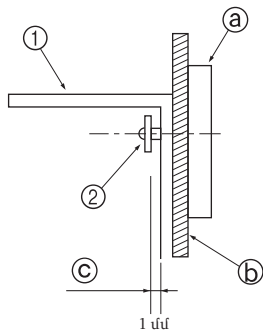

Fig. 3-4
- Առաջին հերթին ամրացրեք բարձակը պատին և այնուհետև ձգեք պտուտակն այնպես, որ բարձակը կարողանա սահել վեր և վար: (Fig. 3-4)
- ① Երջման կանխարգելման բարձակ
- ② Պտուտակամեխ
- ③ Ֆրիզ
- ④ Պատի մակերևույթի նյութը
- ⑤ Մոտ 1 մմ բացվածք